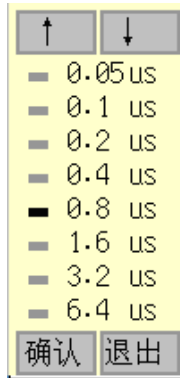

图 3.8 采样周期选择
- 10、采样周期：每两个采样点之间的时间间隔，按**确认**键弹出图 3.8 所示的选择界面，共分为 8 档：0.05us、0.1us、0.2us、0.4us、0.8us、1.6us、3.2us、6.4us，通常情况下，如果被测对象的声时比较长，则需要选择比较大的采样周期，采样周期的选择方式与测试方式选择完全相同。